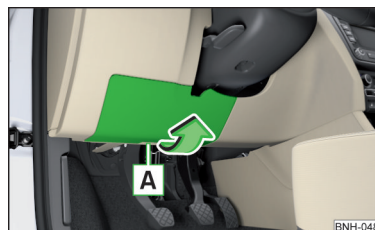

Fig. 257
- Îndepărtați capacul panoului de siguranțe în sensul săgeții » fig. 257.